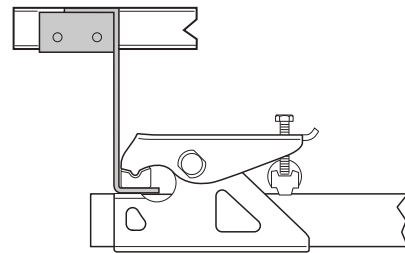

Fig. 20
- Pour les châssis Eriba Touring, le kit d'adaptateurs Eriba Touring est indispensable (Fig. 20).